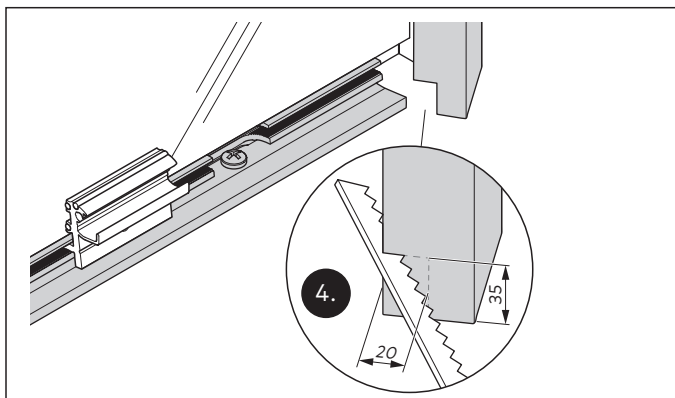

Abb. 9 Eine Ausnehmung für die Leitungsdurchführung an Zarge und Aufnahmeprofil heraussägen, z. B. am senkrechten Abdeckprofil des Aufnahmeprofils
- Die Ausnehmungen an den Deckprofilen z. B. bei der Stoßmontage bedarfsgerecht heraussägen (Abb. 9).